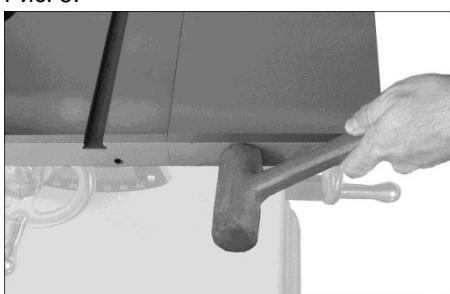

Рис. 5
- Передний край расширения должен быть на одном уровне с передним краем стола пилы. В случае необходимости легонько постучите по переднему краю расширения резиновым молотком, чтобы поставить его заподлицо. См. Рис. 5.